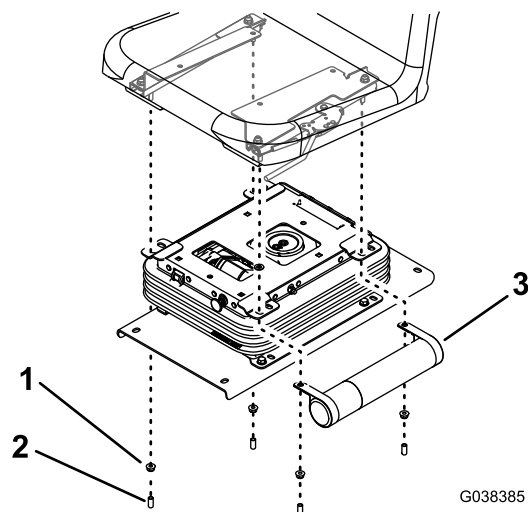

Figura 7
7. Montate i regolatori del sedile e il tubo manuale sul gruppo delle sospensioni utilizzando 4 dadi e 4 tappi (Figura 7).